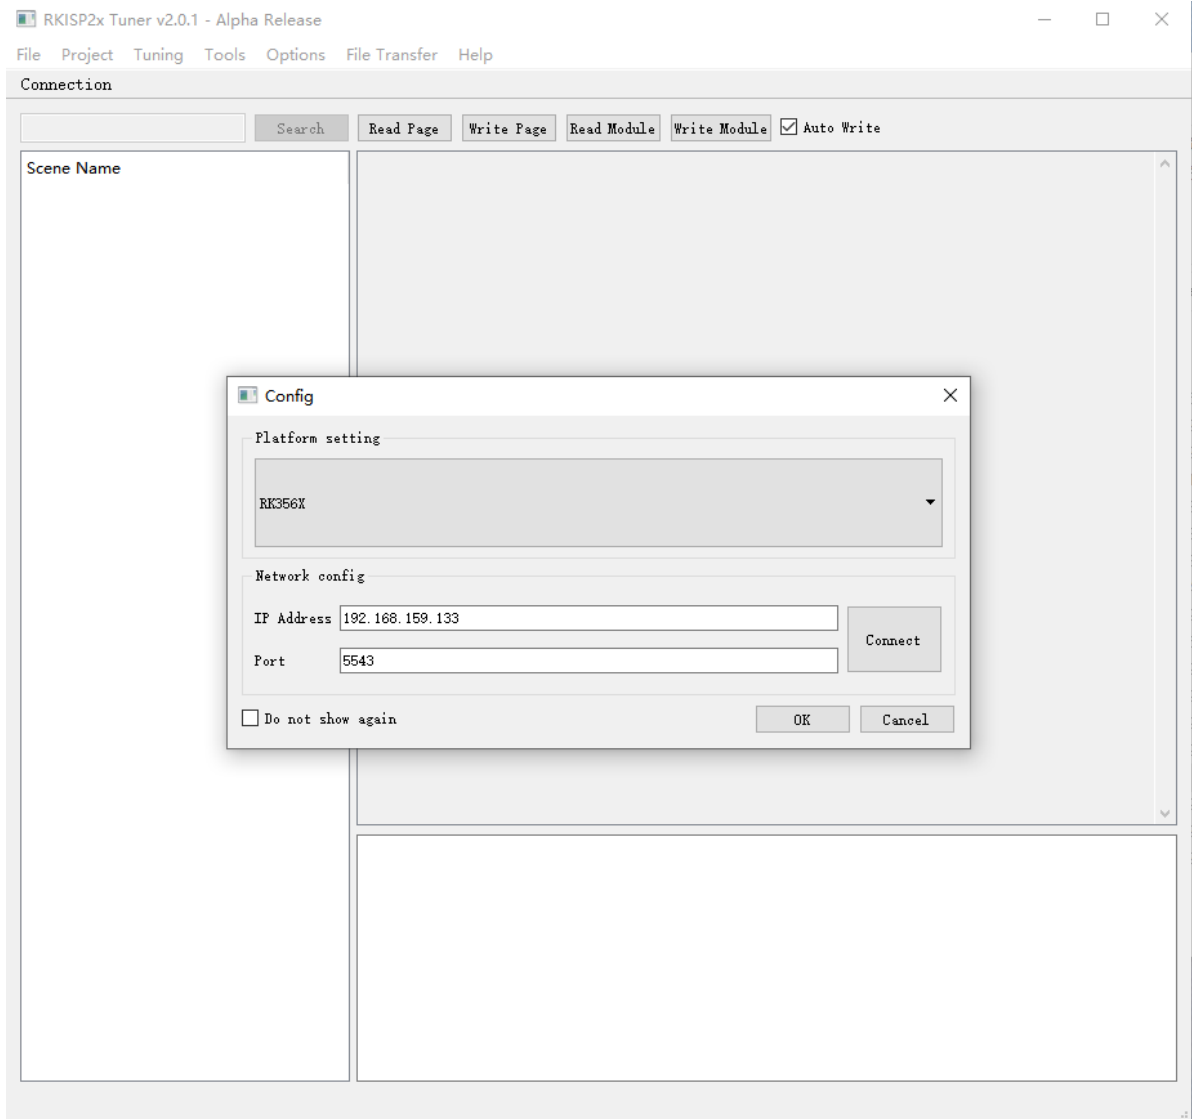

图3-2-1
1. 打开RKISP2.x Tuner，将会显示初始配置界面，如图3-2-1所示；